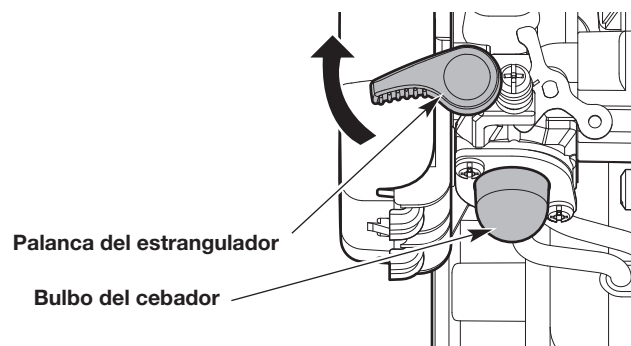

Fig. 10
1. Presione y luego suelte el bulbo del cebador lentamente **10 veces** (Fig. 10).
2. De vuelta la palanca del cebador en el sentido de las agujas del reloj hasta que encaje bien en su lugar (Fig. 10).
1. Oprima y suelte despacio la pera del cebador **10 veces** (Fig. 10).